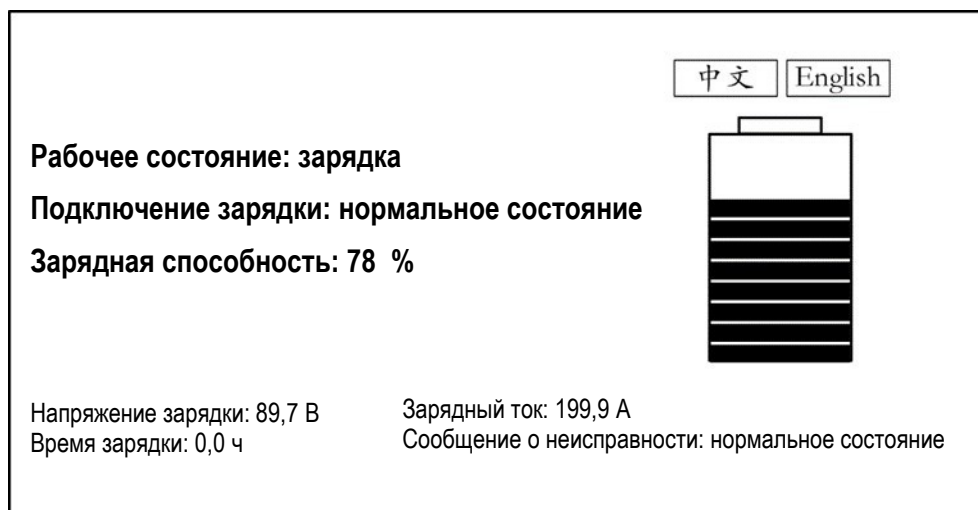

Рис. 2 Дисплей в режиме ожидания
- (3) На задней стороне зарядного устройства находится выключатель питания. После его нажатия загорится индикатор питания и индикатор измерительного прибора, как показано на рис. 2. Поскольку зарядное устройство не подключено к машине, оно находится в режиме ожидания или отключено.